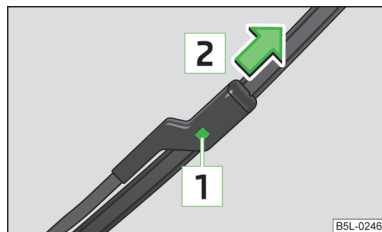

Fig. 34
- » Premere la protezione **1** » **fig. 34** per sbloccare la spazzola del tergicristallo e quindi estrarla in direzione della freccia **2**.